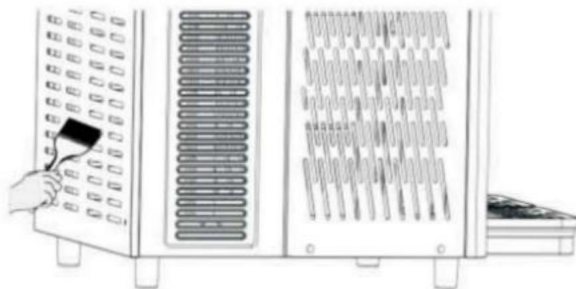

Fig. 21
3. Demontera säkerhetsskyddsdelar. Borsta damm från kondensorns yta med torr borste som Fig21